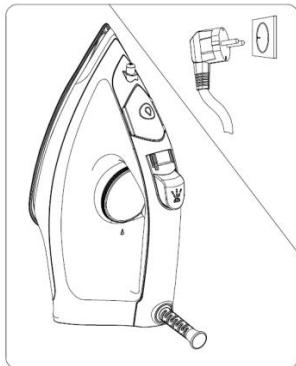

Fig.3
47. Conecte el aparato a la fuente de alimentación (ver Fig.3) y seleccione la temperatura adecuada según el material de la ropa que se va a planchar (ver Fig.4). Consulte las secciones de “**CONSEJOS PARA EL PLANCHADO**” y “**ETIQUETA ADICIONAL**” al seleccionar la temperatura. El indicador se iluminará, indicando que la plancha se está precalentando. Y el indicador se iluminará de forma fija durante el precalentamiento. Una vez completado el precalentamiento, el indicador se apagará y la plancha estará lista para su uso.